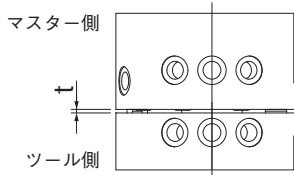

図1) 接続許容隙間
3. 分離時にエアを遮断させるため、ツール用ポートに使用するバルブは、3ポート弁または3ポジション (オールポートブロック) を使用してください (推奨回路図1)。
注: チェック弁部は、若干の漏れを許容しています。チェック弁付仕様でも分離状態での待機時間が長い場合は、エアを遮断できる回路 (推奨回路図1など) を検討してください。
〈推奨回路図 1〉